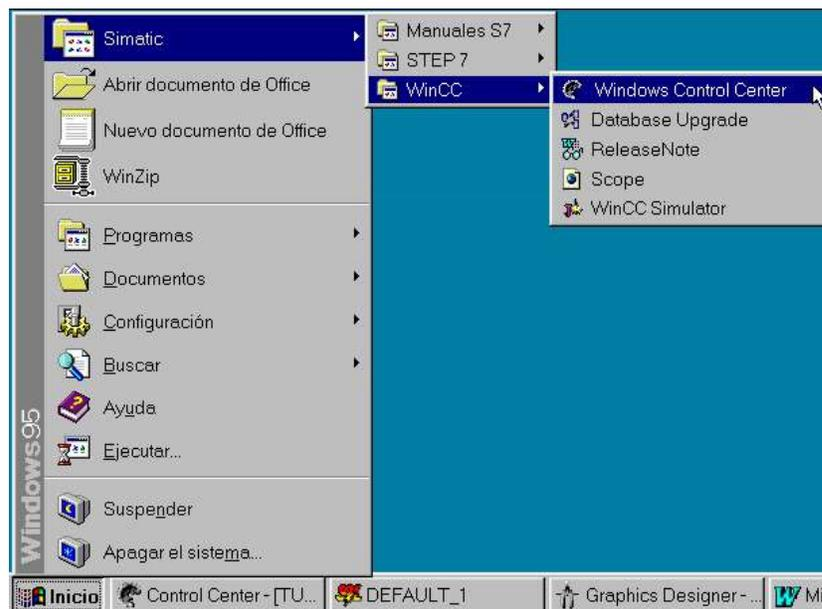

Imagen 4.1.
1. Abrir el SCADA desde el menú “Inicio”. (Ver Imagen 4.1)